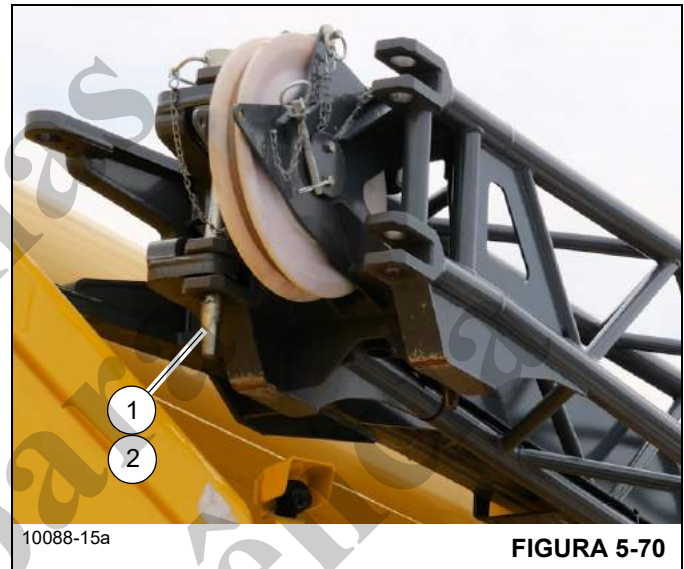

FIGURA 5-70
18. Remova o pino de seu suporte na seção da base da extensão da lança. Prenda a seção da base da extensão da lança à seção volante instalando o pino (2, Figura 5-70) e fixando-o com o grampo de retenção (1).